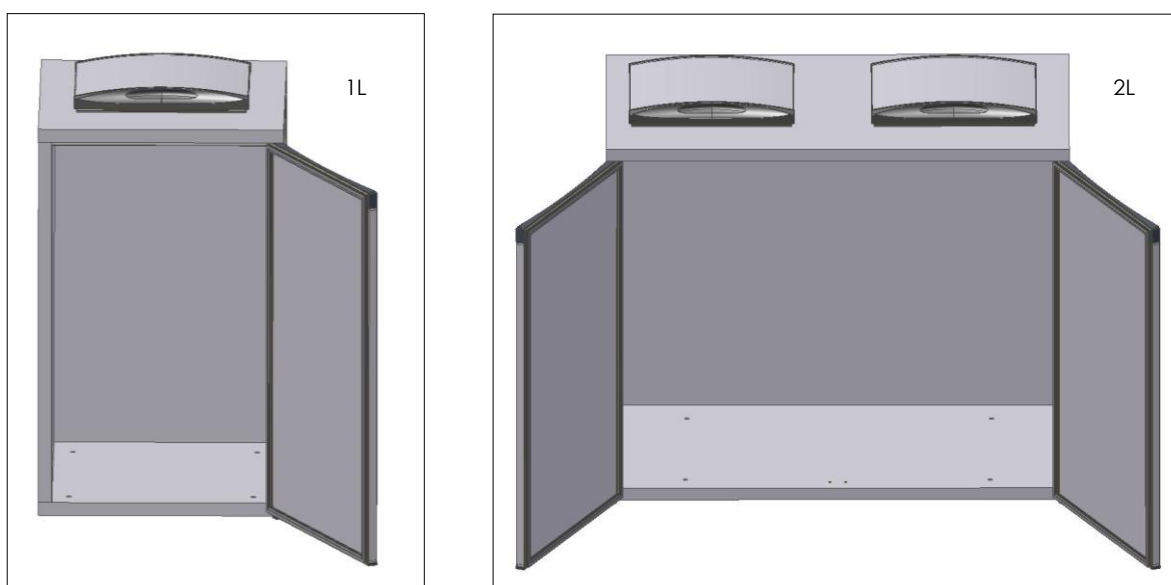

Fig. 9
- Fixer **la porte (droite et gauche)** au fond et au dessus (Fig.9);